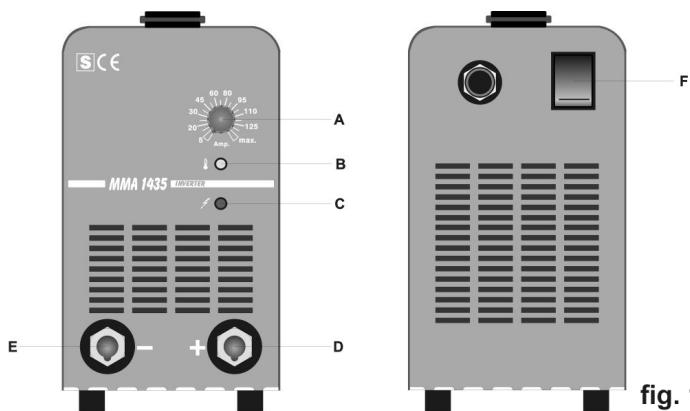

fig. 1
Die Signallampe B (Abb. 1) weist die Anwesenheit dieser Schutzvorrichtung. Bevor man das Gerät wieder betreiben kann, muß man einige Minuten verstreichen lassen.
- Prüfen, ob der Schalter F (Abb. 1) auf O bzw. der Netzstecker gezogen ist, dann die Schweißkabel anschließen. Für die Polung die Angaben des Elektrodenherstellers beachten.
- Die Maschine mit dem Schalter F (Abb. 1) einschalten.